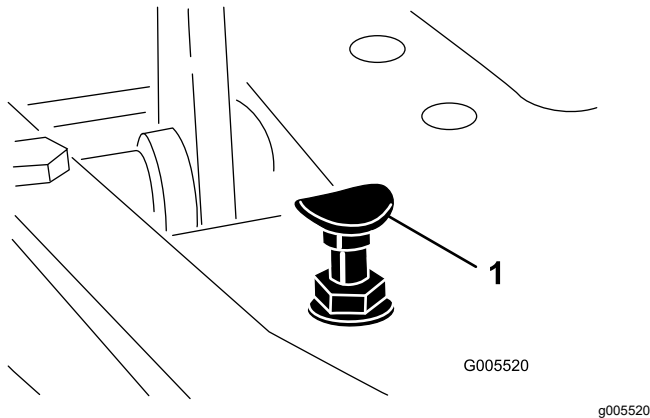

Figura 42
Per ottenere la velocità massima di trasferimento mettete la leva di comando delle funzioni in posizione di TRASFERIMENTO e premete il pedale di trazione. Se il pedale tocca il fermo (Figura 42) prima che avvertiate la tensione sul cavo, effettuate la seguente procedura di regolazione:
1. Spostate la leva di comando delle funzioni in posizione di TRASFERIMENTO e allentate il dado di bloccaggio che fissa il fermo del pedale alla piastra di appoggio (Figura 42).